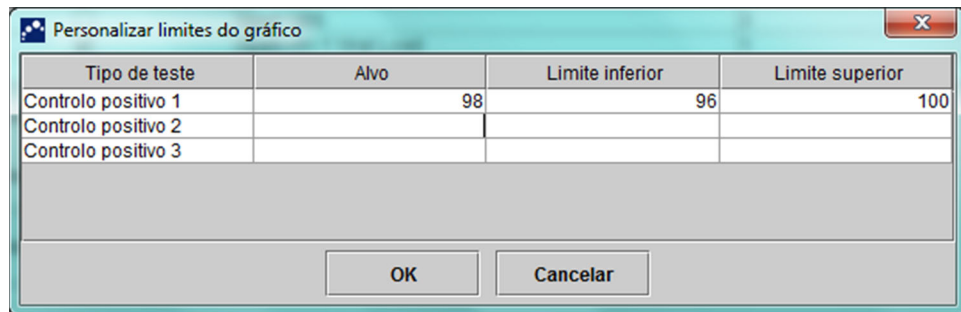

Figura 6-5. Caixa de diálogo Personalizar limites do gráfico
- Botão **Personalizar limites do gráfico** – Seleccione os limites de dados que serão utilizados para mostrar os dados. Prima o botão **Personalizar limites do gráfico**. É apresentada a caixa de diálogo Personalizar limites do gráfico. Consulte a figura 6-5.